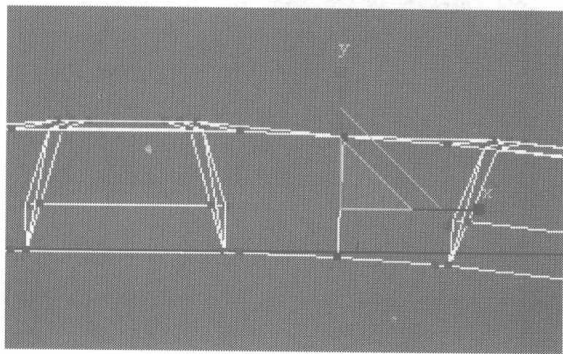
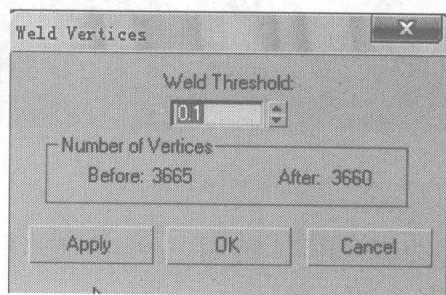

图 6.451
图 6.452
- 62** 切换为节点编辑，在 Left 视图中框选如图 6.451 所示的节点，在 Edit Vertices 卷展栏中单击 **Weld** 右侧的小按钮，在弹出的对话框中设置焊接参数，如图 6.452 所示。